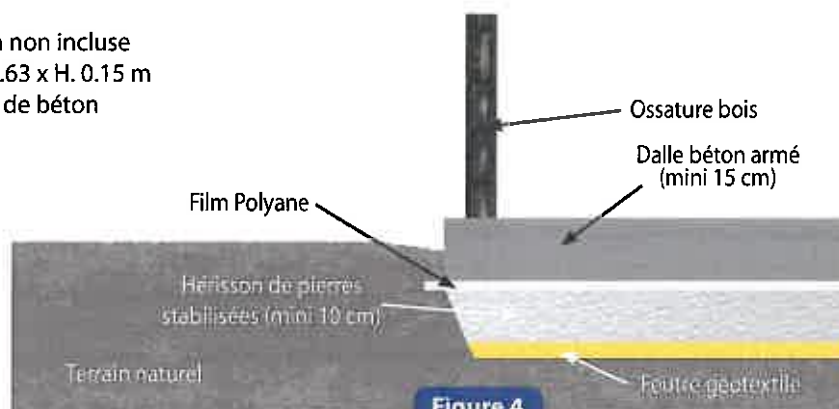

Figure 4
- Coulez une chape en béton (figure 4), armée de fibres ou d'un treillis soudé, dosée à 350 Kg/m^3 (normée type C125 430) parfaitement talochée ou lissée car le moindre défaut peut être visible. Épaisseur minimum 15 cm.
Attendez 3 semaines minimum le séchage complet de la dalle avant de continuer l'installation de votre piscine (figure 4).